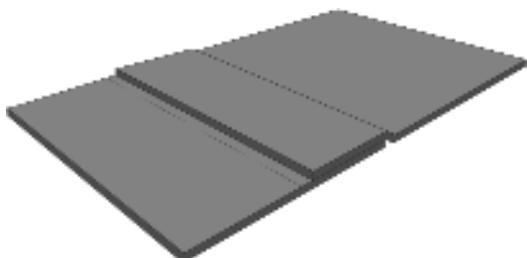

Рис. 11
- Используйте указательный палец в качестве направляющего вдоль верхнего края, это помогает при разметке. Эти отметки будут служить границей применения Праймера и монтажа ленты Quick Seam 3" Splice Tape. Посмотрите рис. 11.